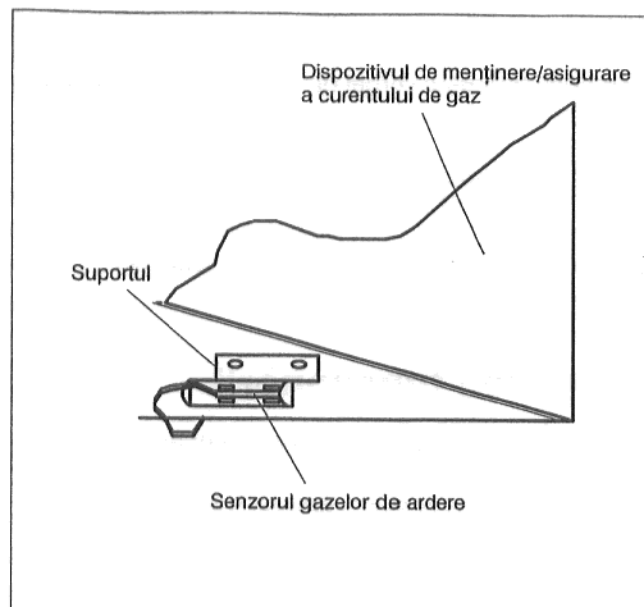

Fig. 8b: Senzorul de control al gazelor de ardere
- Șuruburile suportului se vor desface iar senzorul gazelor de ardere* se va ține cu vârful în centrul curentului gazului de ardere (Fig. 8b).